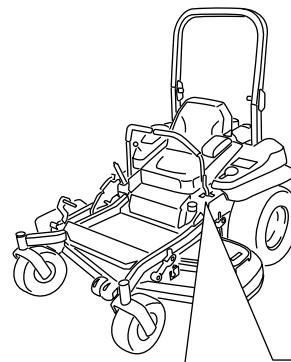

Figure 83
- Si la machine se déporte à droite, desserrez les boulons et déplacez la plaque de butée gauche en arrière sur la fente en T gauche, jusqu'à ce qu'elle se déplace en ligne droite (Figure 83).
- Si la machine se déporte à gauche, desserrez les boulons et déplacez la plaque de butée droite en arrière sur la fente en T droite, jusqu'à ce qu'elle se déplace en ligne droite (Figure 83).
8. Serrez les boulons de la plaque (Figure 83).